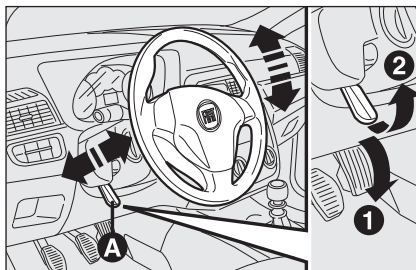

fig. 27
- ☐ desbloquee la palanca **A**-fig. 27 empujándola hacia adelante (posición 1);